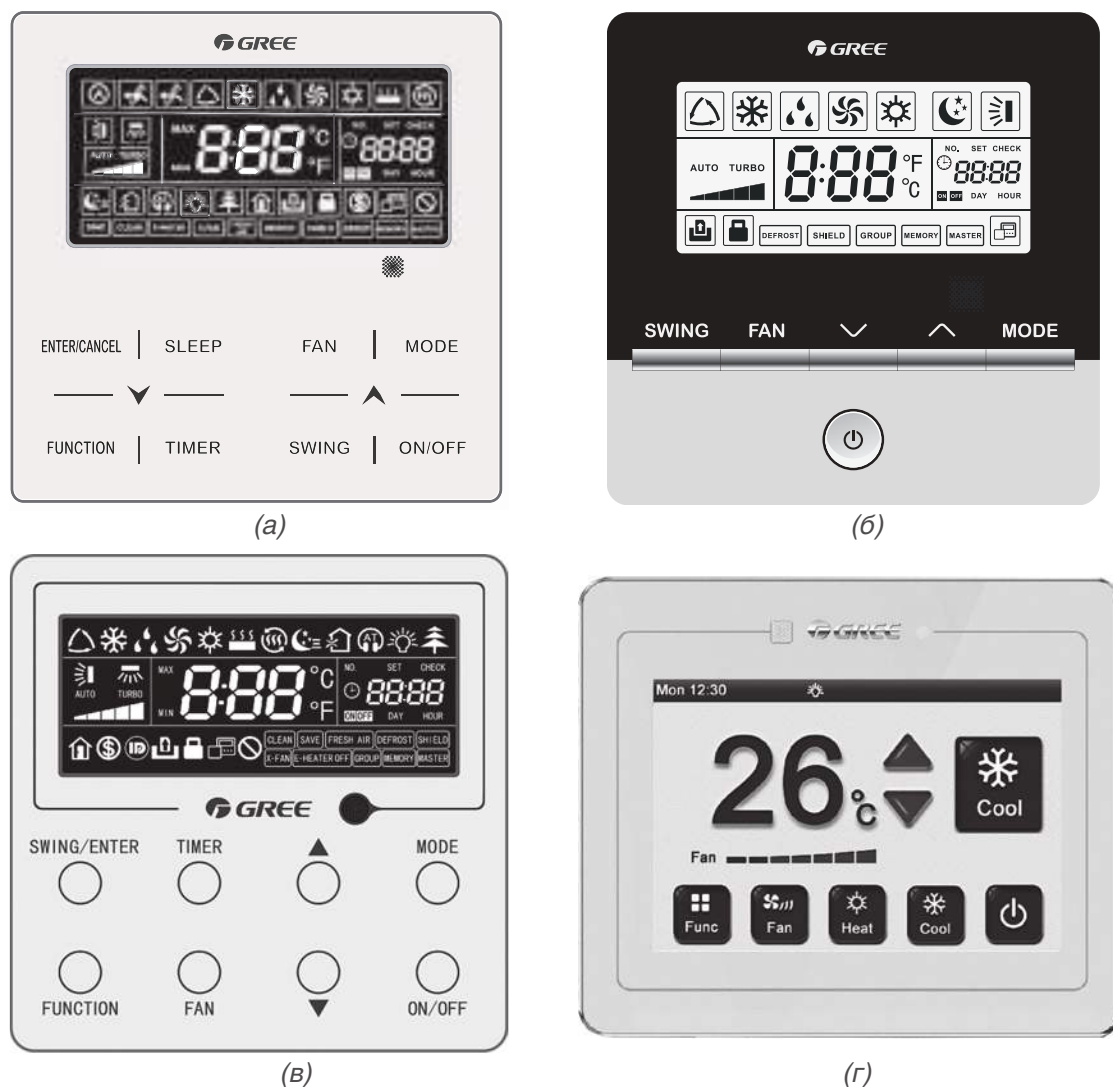

Рис. 8.16.
2. Проводные индивидуальные пульты управления XK46 (рис. 8.16а), XK49 (рис. 8.16б), XK62 (рис. 8.16в), XK55 (рис. 8.16г).